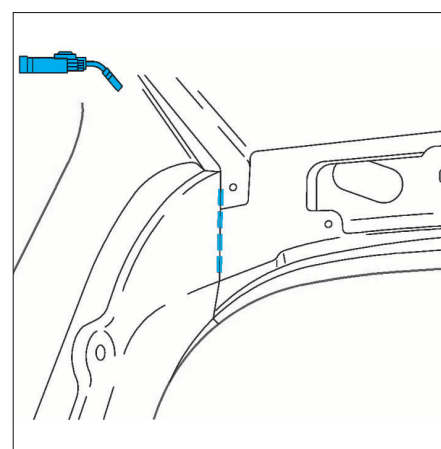

FIG. 165
- Souder par cordons successifs au MIG (Fig.165).